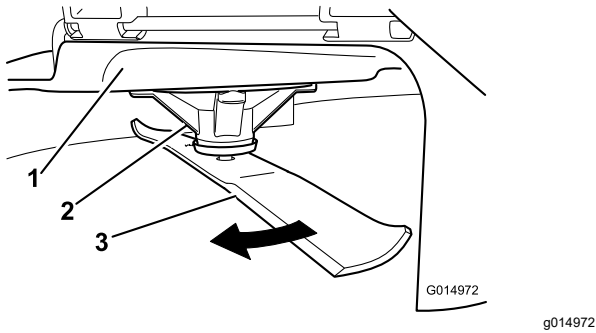

Figura 78
2. Llevando guantes fuertemente acolchados u otro tipo de protección apropiada para las manos, gire la cuchilla lentamente hasta una posición que permita medir la distancia entre el filo de corte y la superficie nivelada en la que descansa la máquina (Figura 78).